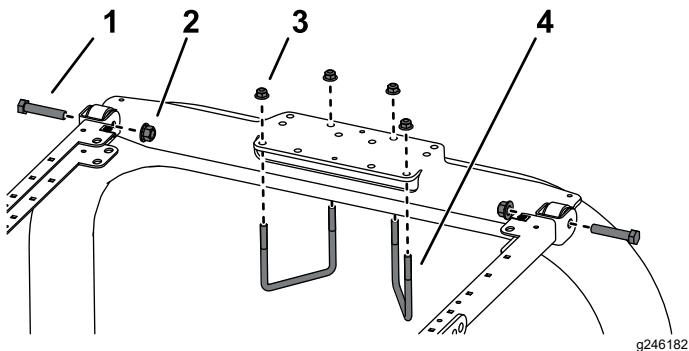

Figura 3
1. Posicione o suporte de montagem do ROPS na parte superior da barra de segurança da unidade de tração (Figura 3).
2. Instale o conjunto da estrutura no suporte de montagem do ROPS (Figura 3).
3. Utilizando os furos de montagem mostrados na Figura 3, monte cada suporte de montagem do ROPS na parte superior da barra de segurança